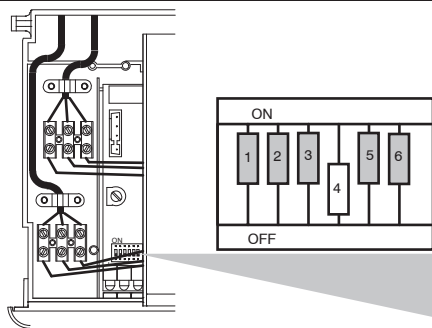

Fig. 8.11
2. Disconnect power supply to boiler, set the DIP switches of the board as shown in the Fig. 8.11
2. Отключите подачу электрического питания к котлу, настройте «впаиваемый в печатную плату пакет миниатюрных переключателей» платы, как показано на Fig. 8.11